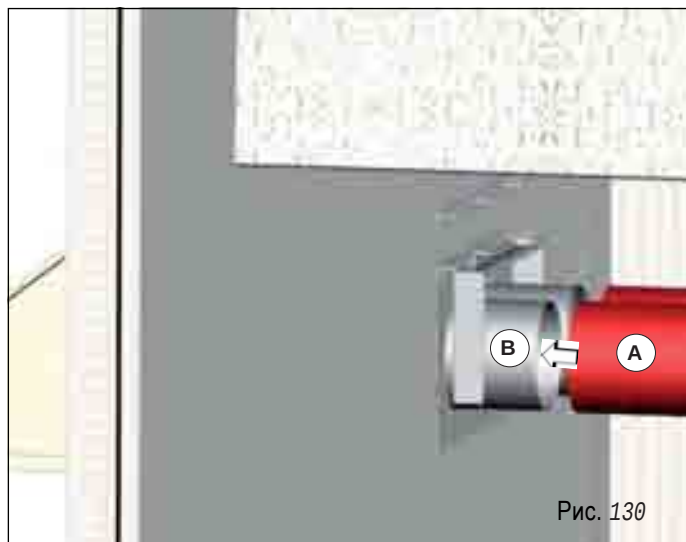
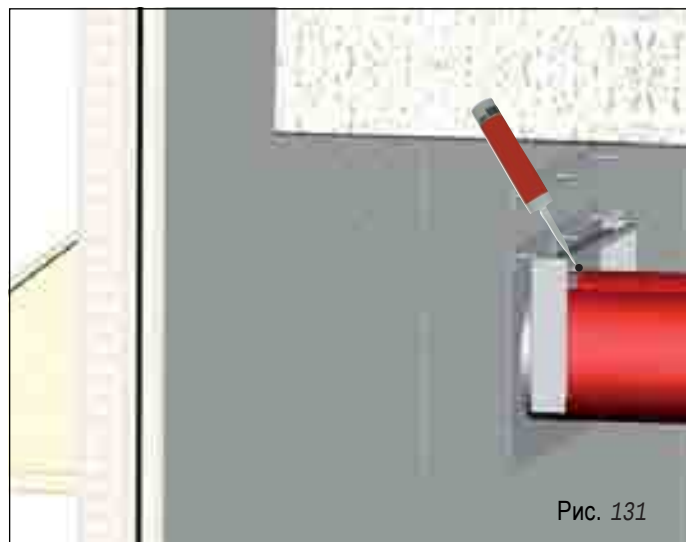

Рис. 130
Рис. 131
После установки соединительного патрубка на конце теплообменной трубы вставить другой конец трубы (A) в трубу генератора (B), рис. 130, на длину ок. 200 мм. С помощью 4 саморезов закрепить и заделать черным силиконом швы, рис. 131.